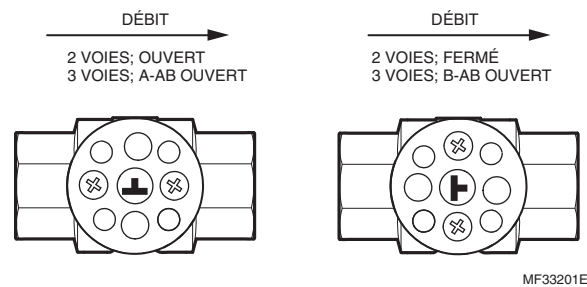

Fig. 32.
3. Retirez l'actionneur. Assurez-vous que le clapet est fermé. Le symbole T sur la tige doit être orienté comme sur le dessin de droite de la Fig. 32 ci-dessous.
7. Insérez la tige neuve. N'oubliez pas d'aligner la clavette au bas de la tige avec la fente de la bille et d'aligner le symbole T de la tige neuve exactement comme sur l'ancienne tige, comme le dessin de droite de la Fig. 32 ci-dessous.